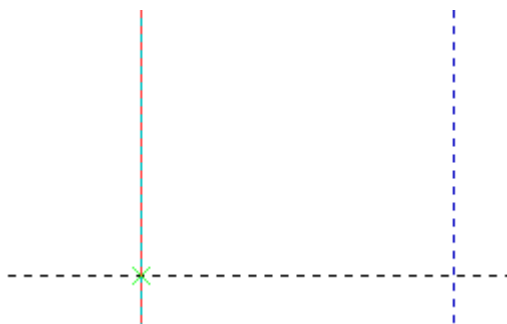

Рис. 1.5
4. Создать линию построения, соответствующую горизонтальному размеру 150 мм. Для этого выберем в автоменю команды «Построения|Прямая» пиктограмму . Далее выбрать прямую относительно которой должен быть построен размер 150 мм, т.е. выбрать вертикальную линию (ось относительной системы координат). Выбор этой линии осуществляется либо с помощью курсора мыши, либо нажатием клавиши клавиатуры <L>. В результате за курсором будет перемещаться прямая линия (рис. 1.5).